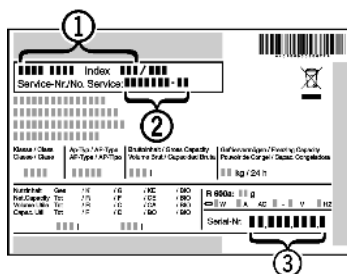

Fig. 9
- ▶ Denominación del aparato Fig. 9 (1), nº del servicio técnico Fig. 9 (2) y nº de serie Fig. 9 (3) en la placa de identificación. La placa de identificación se encuentra en la parte interior izquierda del aparato.
- ▶ Informe al servicio postventa e indique el fallo, la denominación del aparato Fig. 9 (1), el nº del servicio técnico Fig. 9 (2) y el nº de serie Fig. 9 (3) .